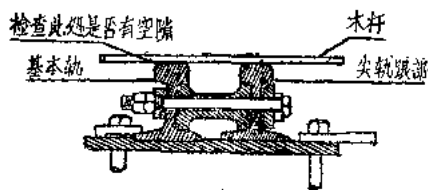

图 19
2. 用木杆放在尖軌根部与基本軌的双方軌面上（木杆必須呈水平状态）；如基本軌表面与木杆之間有空隙时，将楔型尺伸入此空隙中，記住楔型尺插入空隙之深度，根据楔型尺插入的深度来衡量基本軌磨耗的尺寸（見图19）。